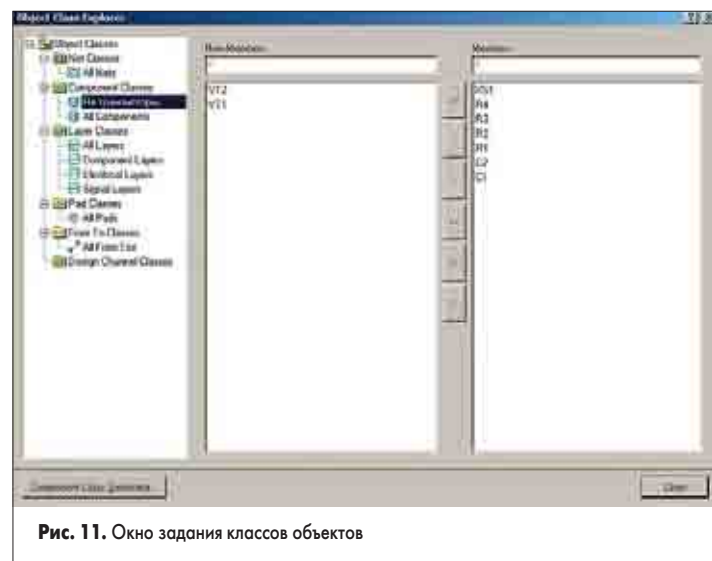

Рис. 11. Окно задания классов объектов
- В заключение переименуем только что созданный класс, для чего нажмем клавишу F2 и введем новое имя: «Не транзисторы» (рис. 11).